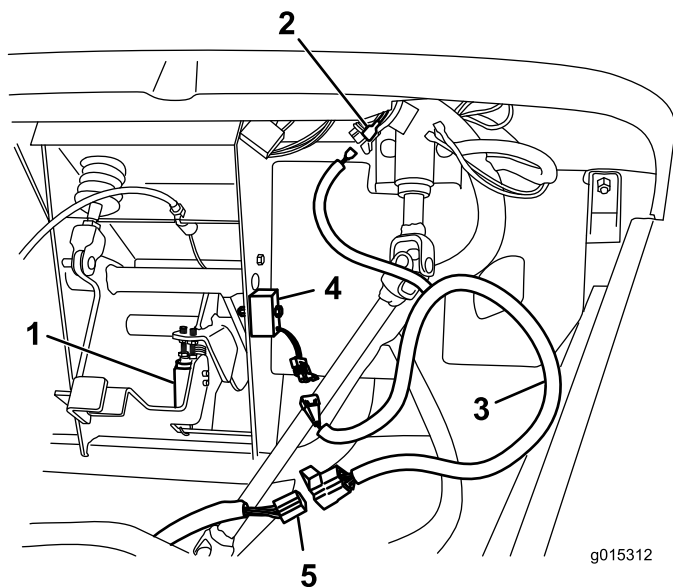

Figura 1
1. Sujete el módulo de arranque eléctrico al bastidor del conjunto del pedal con un perno (1/4 x 1-3/8 pulgadas) y una tuerca con arandela prensada (1/4 pulgada), según se muestra en Figura 1.
2. Desconecte el conector de arnés de cables existente del interruptor del pedal (Figura 1).
4. Conecte el arnés delantero del arranque eléctrico al módulo de arranque eléctrico con el conector correspondiente, y conecte el otro extremo al conector del arnés existente (Figura 1).
5. Localice entre el cableado existente el cable etiquetado Key Start (arranque eléctrico). Conecte el cable del arranque eléctrico del arnés de cables delantero del arranque eléctrico al cable etiquetado del vehículo (Figura 1).
3. Localice el arnés delantero del arranque eléctrico (Figura 1) entre las piezas sueltas.